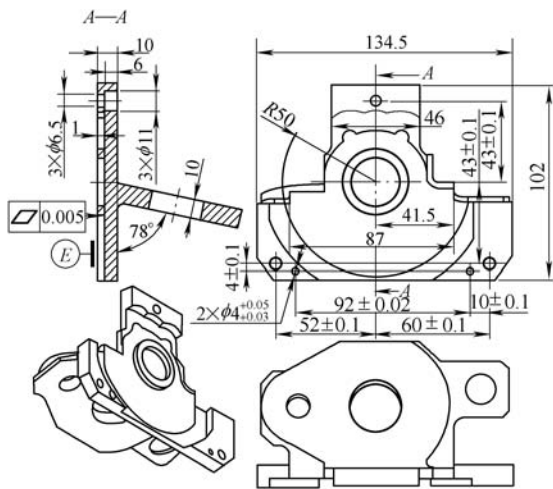
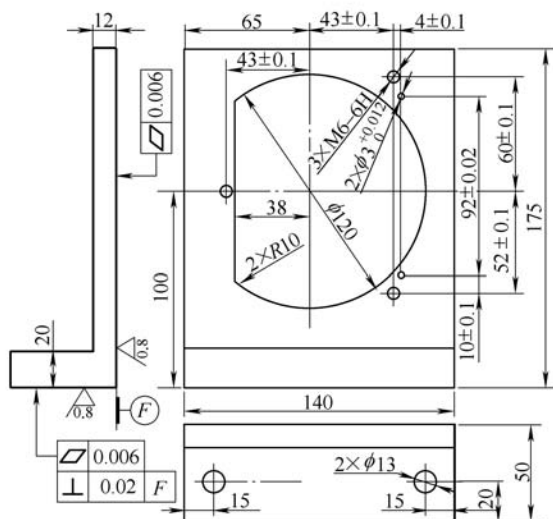
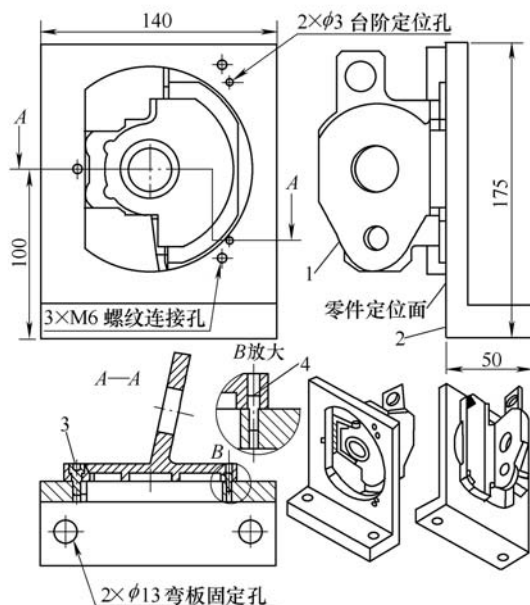

图2 半精加工支架简图
图3 专用弯板夹具图
图4 零件精加工装夹示意图
(1) 如图2所示，零件单边留量 0.5mm ，粗加工各面、孔，型材外形残留部分预留成工艺安装柄，在工艺柄处钻螺钉过孔 $3 \times \phi 6.5\text{mm}$ ，沉孔 $3 \times \phi 11\text{mm}$ ，深 6mm ，钻镗孔 $2 \times \phi 4\text{mm}$ （定位销孔）。零件稳定化处理（消除内应力）后，研磨E基准大面，保证平面度 0.008mm 。
(2) 如图3所示，设计制作专用弯板，选用调质钢40Cr材料，磨削保证安装面平面度
（3）如图4所示，采用一面两销定位原则，将图3专用弯板安
装在卧式加工中心工作转台靠近中心位置，架表验证F面与工作台面垂直，螺栓紧固弯板。以图2研磨E面、 $2 \times \phi 4\text{mm}$ 孔定位，按图1精加工零件各面，精铣外圆 $\phi 32\text{mm}$ 及K基面，精铣M基面及背面，精镗孔 $\phi 30\text{mm}$ 等，保证尺寸及形位精度。
（1）在3D模型（见图2）中摆放位置，保证分型面与视线垂直，另存为“.dxf”格式。将“.dxf”文件导入“文泰雕刻”软件中，删除多余线条，仅保留需要加工的轮廓线（见图3）。